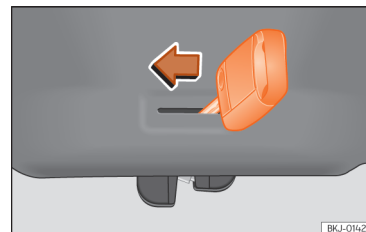

Abb. 101 Detail Gepäckraum: Notentriegelung.
- Führen Sie den Schlüsselbart in den Schlitz ein und drehen Sie den Schlüssel in Pfeilrichtung, bis sich das Schloss öffnet » Abb. 101.